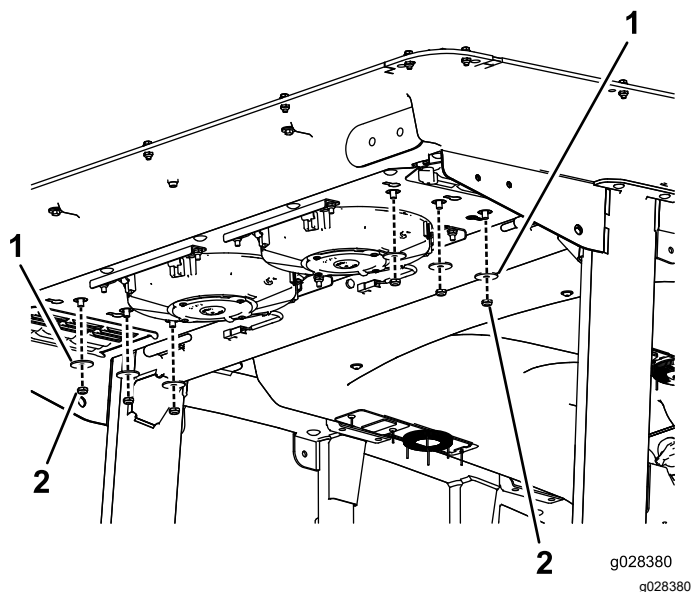

Bild 137
2. Entfernen Sie die sechs Schrauben und Muttern von der Unterseite des Kabinenhecks (Bild 137).